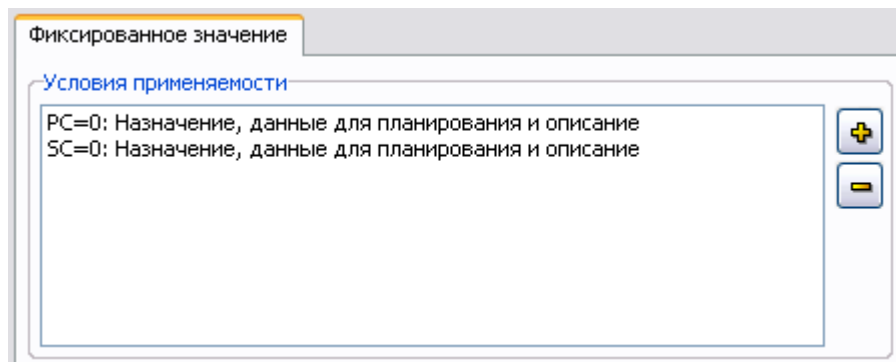

Рис. 2.41
9. Нажмите на кнопку  **Применить**. После этого произойдет возврат в окно **Добавление записи** для фиксированного значения, и в окне **Условия применяемости** появятся назначенные нами условия (Рис. 2.41).